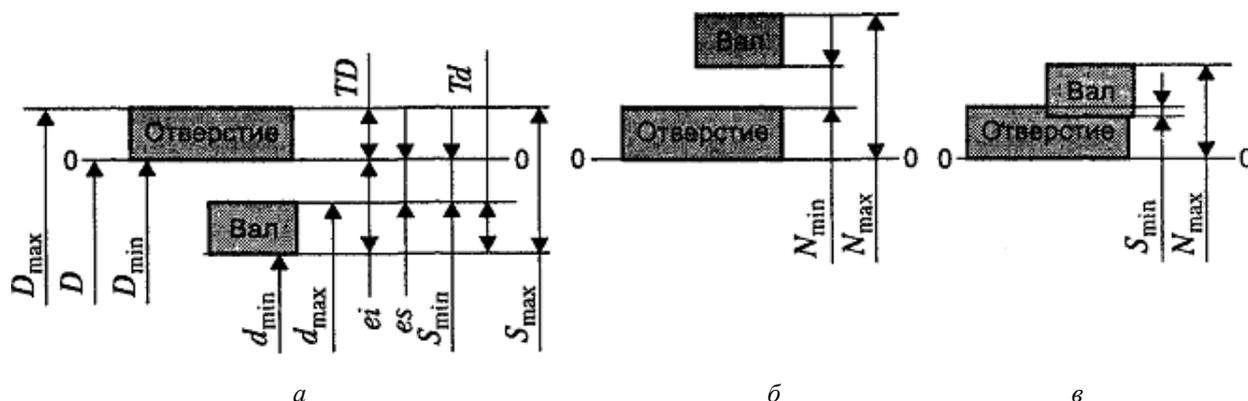

Рисунок 1.3 – Схемы полей допусков посадок: а – с зазором; б – с натягом; в – переходной
- переходная – поля допусков вала и отверстия взаимно полностью или частично перекрываются, рис.1.3.
Посадка с зазором возможна в том случае, когда предельные размеры отверстия больше предельных размеров вала, т. е. когда поле допуска отверстия на схеме расположено выше поля допуска вала, см. рис. 1.3, рис.1.4.
Предельные и средний зазоры можно рассчитать по следующим формулам, см. рис. 1.3, рис.1.4:
Посадка с натягом имеет место в том случае, когда предельные размеры вала по чертежу больше предельных размеров отверстия. Это возможно в том случае, когда на стадии проектирования поле допуска вала расположено выше поля допуска отверстия, см. рис. 1.3, рис. 1.5.
Переходная посадка имеет место в том случае, когда предельные отклонения заданы на сборочном чертеже таким образом, что поле допусков вала и втулки взаимно перекрываются, см. рис.1.3, рис. 1.6.